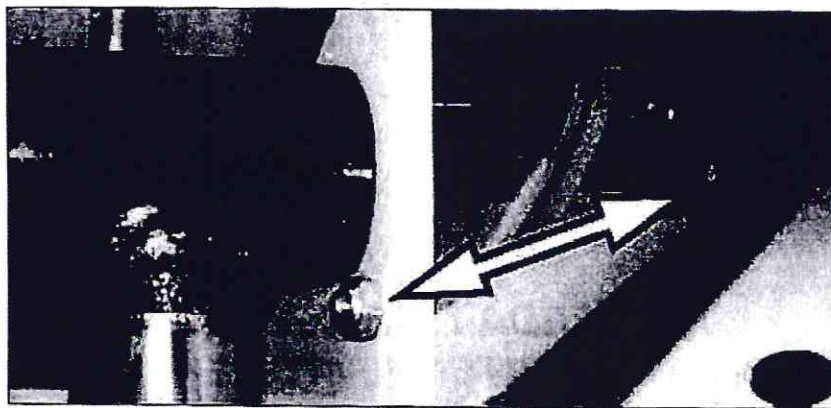

Figura 1
2. Localizzare e individuare il bullone e il dado di bloccaggio del fermo del perno del cilindro di sollevamento superiore, come mostrato in Figura 1.